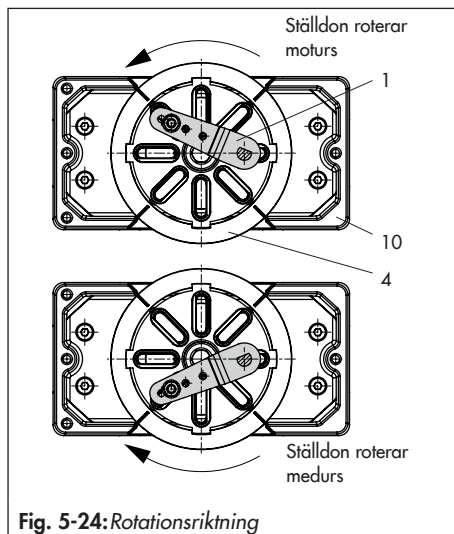

Fig. 5-24: Rotationsriktning
6. Skruva loss standardmedbringarsprinten (2) från lägesställarens M-spak (1). Fäst medbringarsprinten (Ø5 mm) som ingår i monteringsplatsen på sprintposition 90°.
7. Montera anslutningsplattan (6) för nödvändig G ¼ anslutningsgänga eller manometerns fäste (7) med manometrar på lägesställaren. Se till att de två tätningarna (6.1) sitter fast ordentligt. Dubbelverkande fjäderlösa roterande ställdon kräver användning av en reverserande förstärkare på lägesställarhusets anslutnings sida (se avsnitt 5.6.7).
8. Placera lägesställaren på huset (10) och skruva fast den ordentligt. Ta hänsyn till ställdonets rotationsriktning och justera spaken (1) så att den griper in korrekt i spåret med dess medbringarsprint (Fig. 5-24).